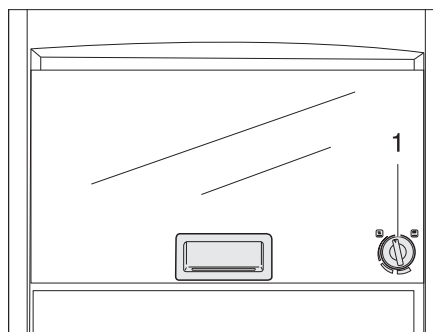

Fig. 235 Four à gaz (Dometic)
- Appuyer légèrement sur le bouton tournant (Fig. 235,1) et le tourner vers la gauche sur la position souhaitée.
- Tourner le bouton tournant (Fig. 235,1) sur "O". La flamme s'éteint.